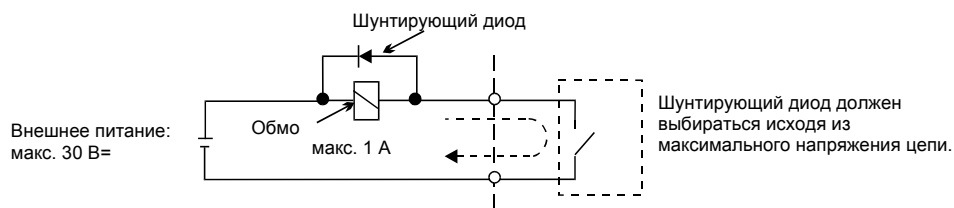

Рис. 6 Подключение шунтирующего диода
- *3. При коммутации индуктивной нагрузки, например, обмотки реле, питаемой от источника постоянного тока, подключайте шунтирующий диод, как показано на Рис. 6